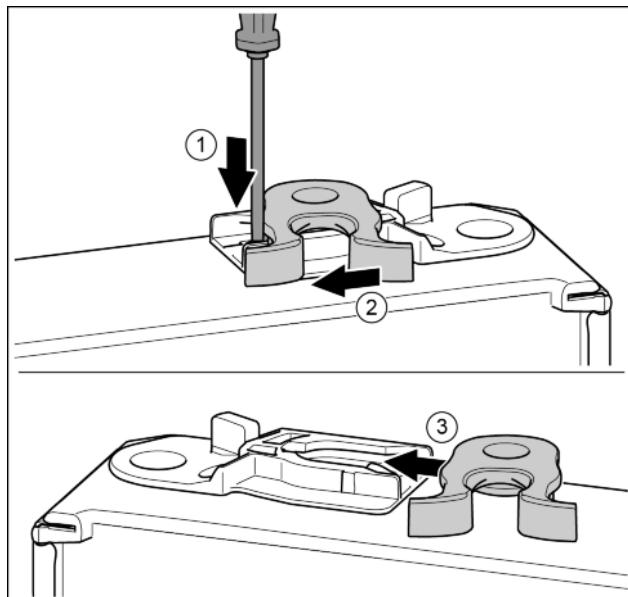

Fig. 18
- ▶ С плоска отвертка натиснете езичето надолу. *Fig. 18 (1)*
- ▶ Извадете затварящата кука от водача. *Fig. 18 (2)*
- ▶ Вкарайте затварящата кука във водача от другата страна. *Fig. 18 (3)*